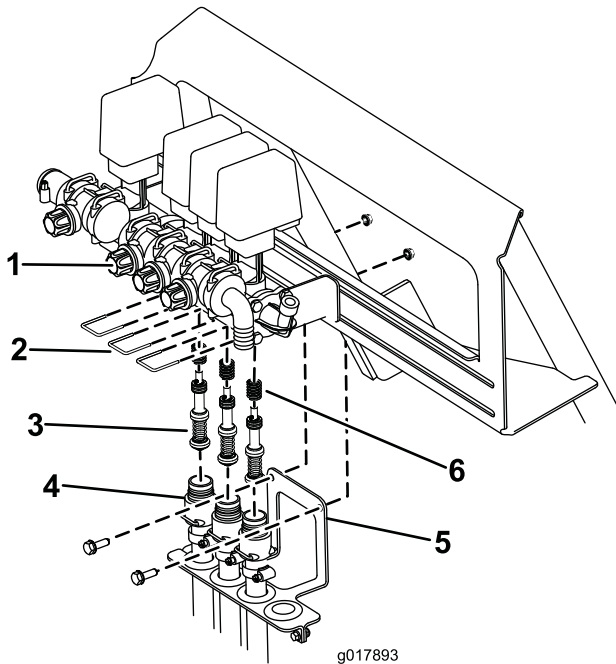

図 73
- B. 弁座をバルブ・アセンブリに固定しているフォーク（3本）を外す（図 73）。
- C. ホースブラケットをスプレーヤのフレームに固定しているねじ（2本）を外す（図 73）。バルブ・アセンブリからホースを降ろす。
- D. 六角レンチ（3 mm）を使って、バルブ・アセンブリの中に固定されているピストン・アセンブリを取り外す。バルブにはスプリングが入っているので注意すること（図 73）。